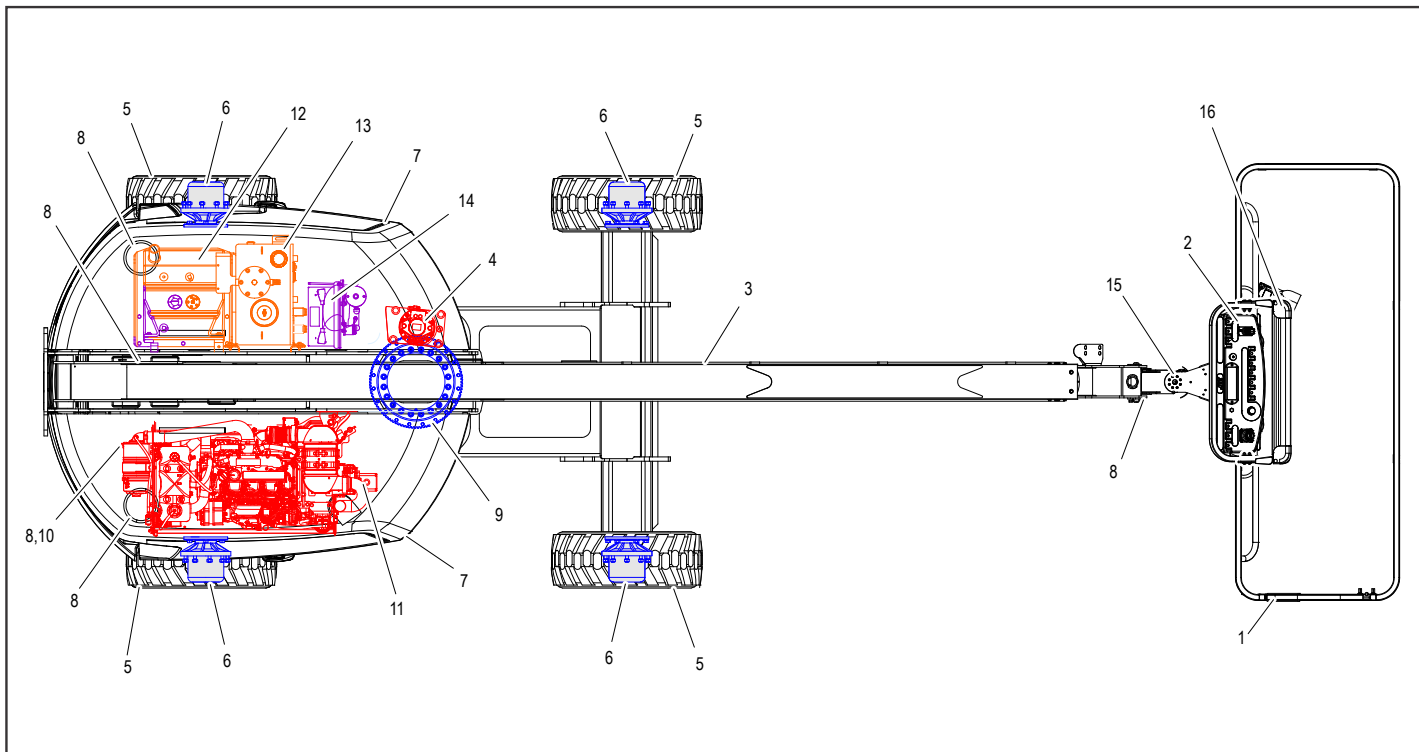

Figura 2-2. Inspecția vizuală zilnică – pagina 1 din 3
5. **Inspecția vizuală** – Consultați Figura 2-2.